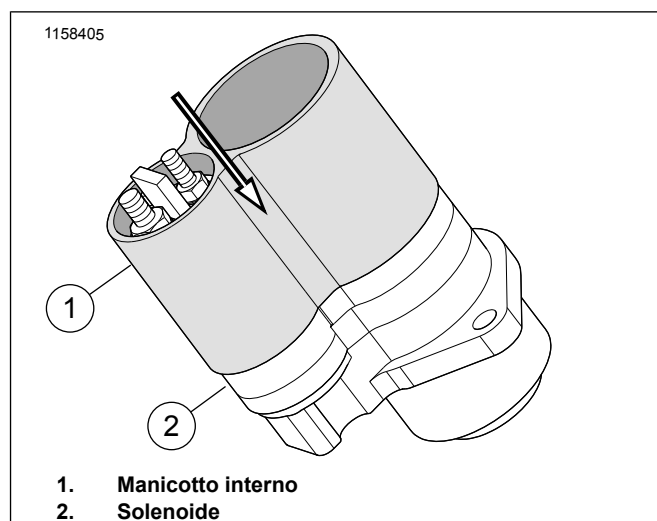

Figura 6. Collocare il manicotto interno sul motorino della retromarcia
13. Figura 6 Collocare il più grande dei manicotti interni (1) sull'estremità del motorino della retromarcia. Allineare l'apertura più piccola con il solenoide (2).